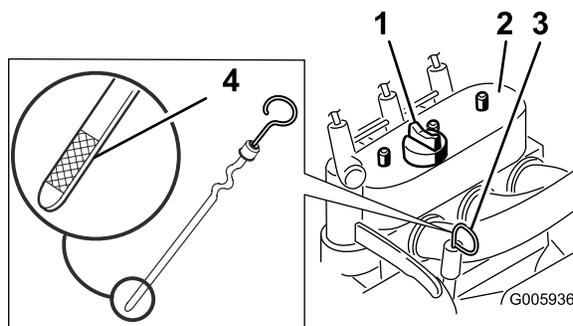

Рисунок 28
4. Очистите область вокруг измерительного щупа (Рисунок 28).
5. Вытяните масломерный щуп и вытрите металлический конец начисто (Рисунок 28).
6. Вставьте щуп в масломерную трубку до упора (Рисунок 28).
8. В случае низкого уровня масла очистите область вокруг крышки маслозаливной горловины и снимите крышку (Рисунок 28).
- Снимите крышку маслозаливной горловины (Рисунок 28) и медленно залейте примерно 80% от указанного количества масла через крышку клапана.